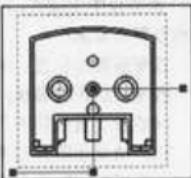

图 6-55 绘制剖切线
(1) 单击 (打开) 工具，打开工程图文件“容器.slddrw”。
(2) 在工程图 1 中，绘制如图 6-55 所示的 3 段相连的直线，以此作为剖切线。